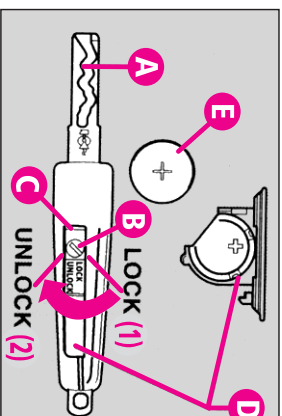

fig. 7
- Înlocuirea bateriei (fig. 7):
- mişcați partea metalică (A) în poziția de deblocare
- înlocuiți acul (B), luând drept punct de reper poziția **UNLOCK (2)**
- roțiți dispozitivul de deschidere (C) și extrageți compartimentul bateriei (D);
- înlocuiți bateria (E), asigurându-vă că polaritatea e cea corectă;
- reintroduceți compartimentul bateriei în cheie și închideți-l, și roțiți acul (B) în poziția **LOCK (1)**.